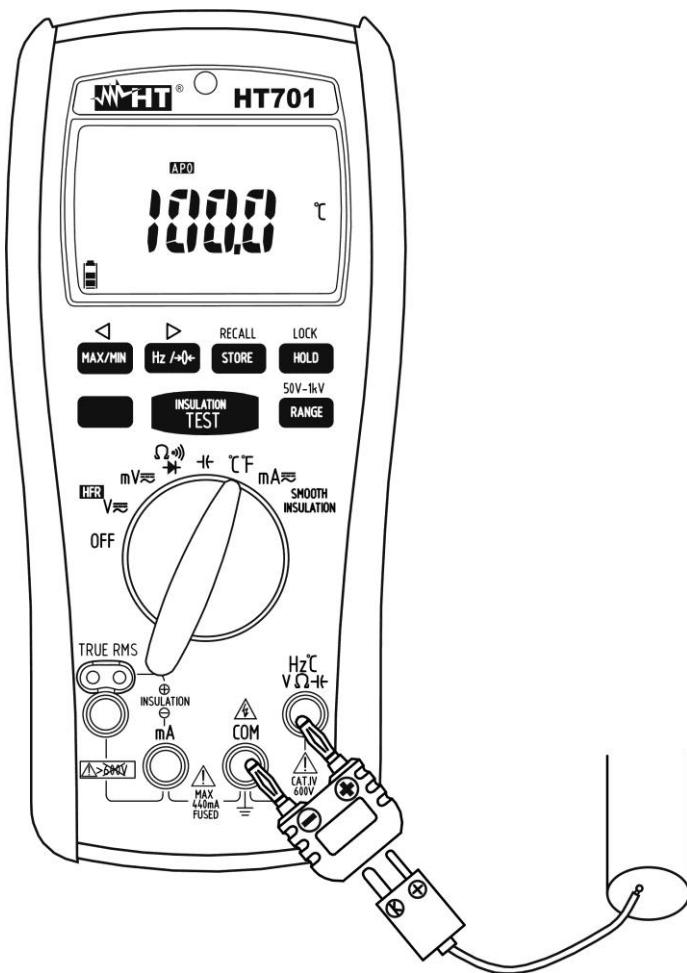

Fig. 9 : Utilisation de l'instrument pour mesure de température
3. Insérer l'adaptateur fourni de dotation dans les entrées des jacks **Hz°C/VΩ-HF** et **COM** en respectant les couleurs rouge et noir s'y trouvant (voir Fig. 9).